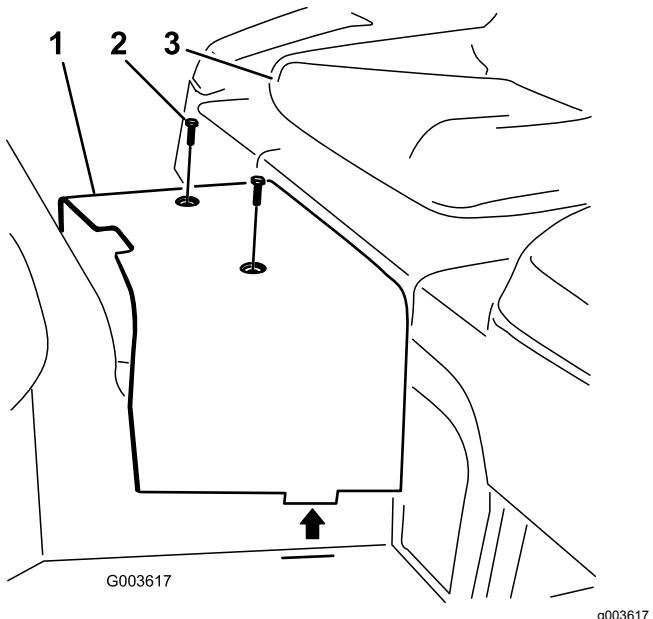

図 7
7. センターシュラウドをフレームに固定しているネジ2本を外す図7。シュラウドを外して保管する。